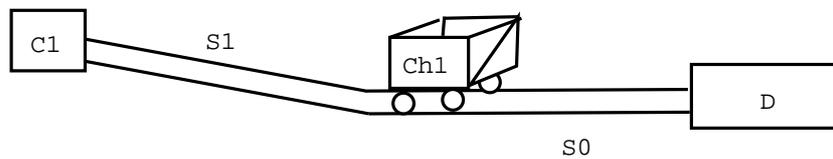

Figure 1: Un chariot
1. Un chariot Ch_1 transporte du matériel d'un point de chargement C_1 à un point de déchargement D en empruntant une voie ferrée *unique* découpée en deux secteurs S_1 et S_0 (voir Figure 1). Au départ, le chariot stationne sur le point de chargement C_1 . Il emprunte le secteur S_1 puis S_0 de la voie ferrée pour arriver au point de déchargement D . Après avoir stationné en D , il emprunte le secteur S_0 puis S_1 afin de regagner le point de chargement.